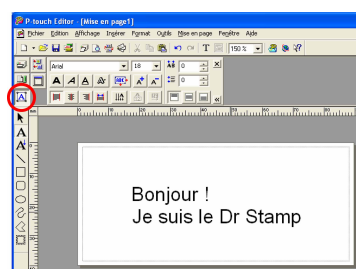

figure 2
- 3 Entrez la première ligne de texte du tampon, puis appuyez sur la touche Retour. Poursuivez la saisie en appuyant sur la touche Retour après chaque ligne de texte (voir la figure 2).